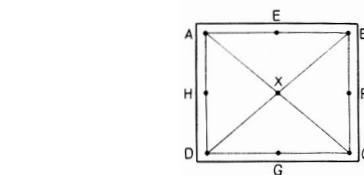
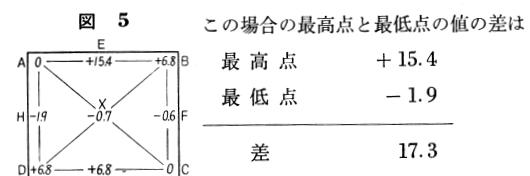

図 5
図 6
4. 次に対角線以外の周辺の測定線の両端の値を (3) で決定したすみ 4 点の値と組み合わせ、その中間点の値を求めると図 5 のようになる
5. 図 5 で HXF 線を軸として AEB 線を 4.3(15.4 - 6.8 の 2 分の 1) 下げると各点の値は図 6 のようになる